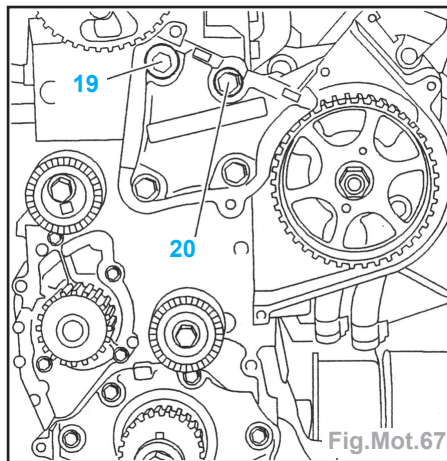

Fig.Mot.67
- les goujons (15),
- le boîtier de sortie d'eau (18),
- Déposer les vis (19 et 20) (Fig.Mot.67).